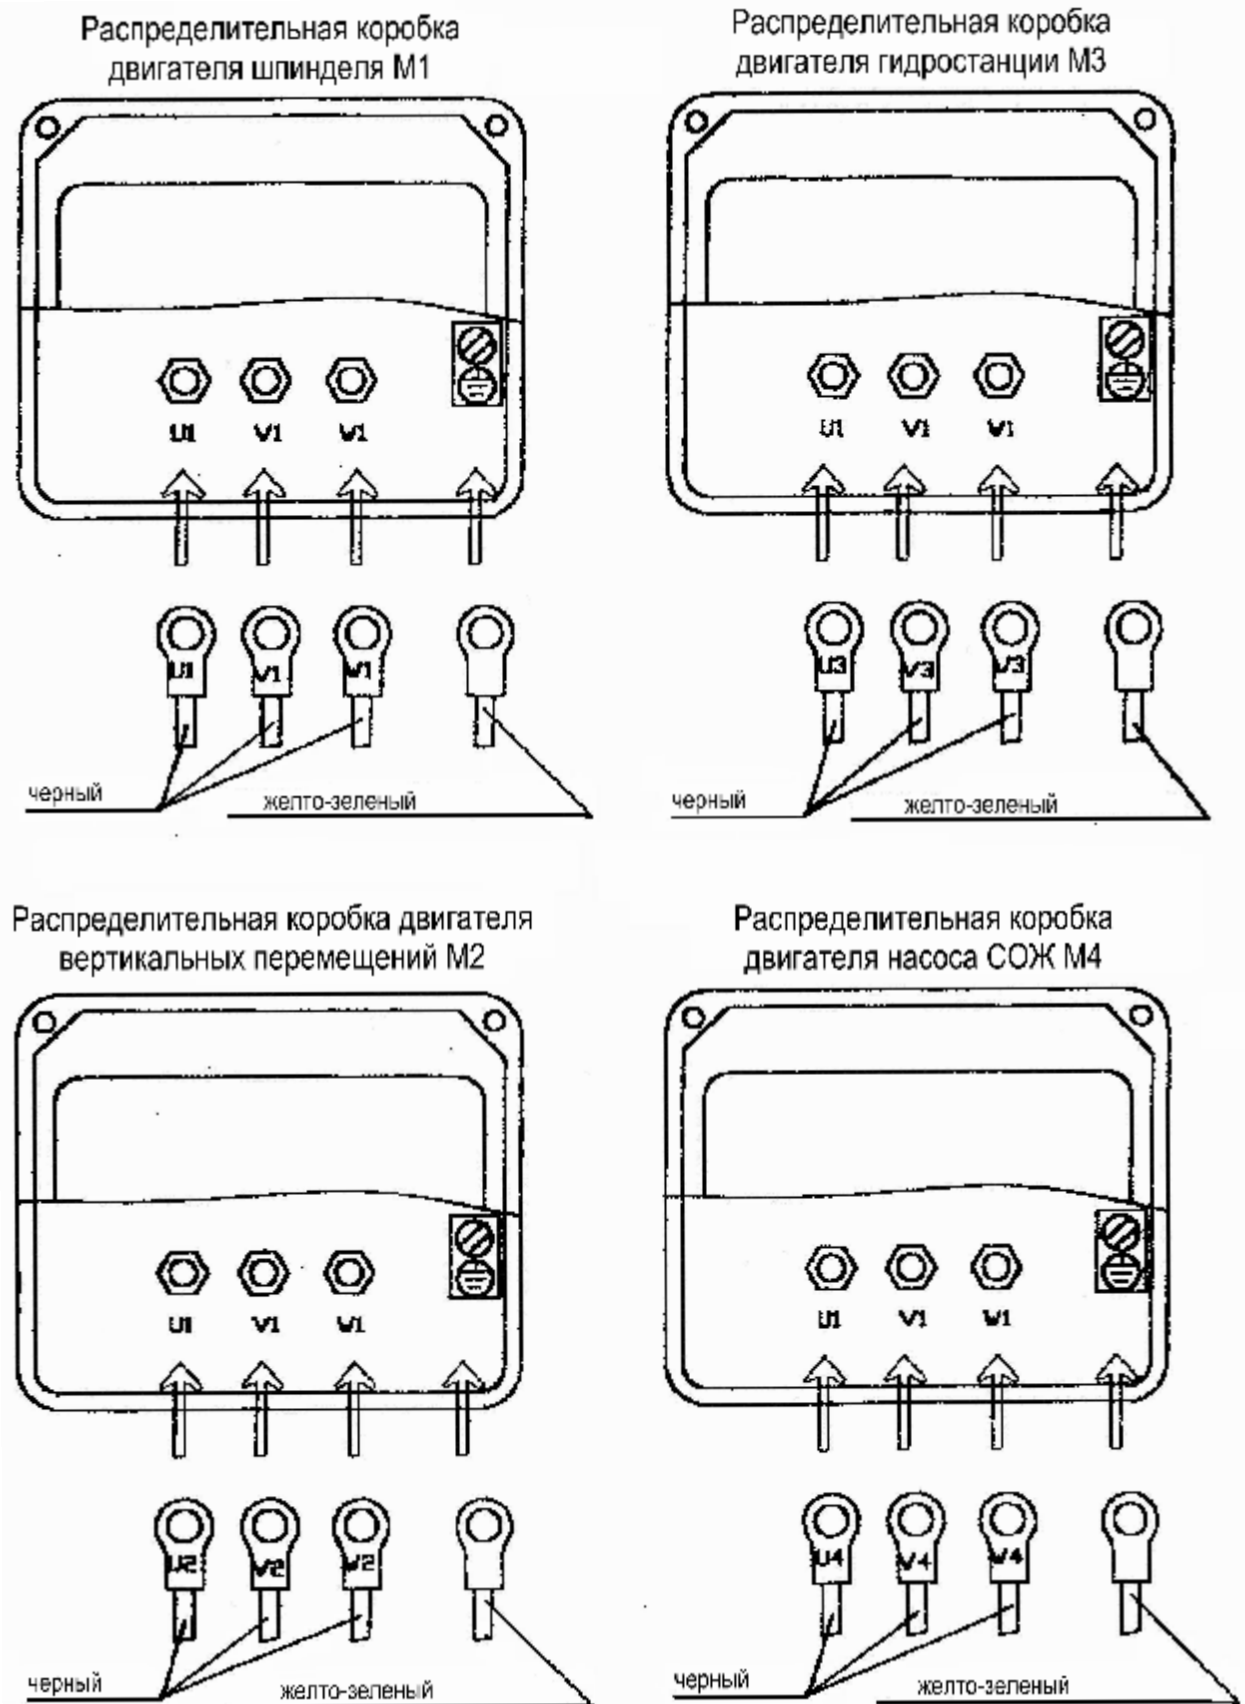

Рис. 2.5
2.3.6.1. Установка двигателя вертикальных перемещений (См. рис. 2.5)
2.4.7.2. Установка двигателя гидростанции (смотрите рисунок 2.5): установите двигатель в соответствии со схемой установки и затяните болт, откройте
2.4.7.3. Установка главного двигателя (смотрите рисунок 2.5): правильно установите двигатель и затяните болты, откройте распределительную коробку, подсоедините провода в соответствии с их номерами, закройте крышку и затяните винты.
2.4.7.4. Установка насоса подачи СОЖ (смотрите рисунок 2.5): после установки двигателя и затягивания болтов откройте распределительную коробку, подсоедините провода в соответствии с их номером, закройте крышку и затяните болты.